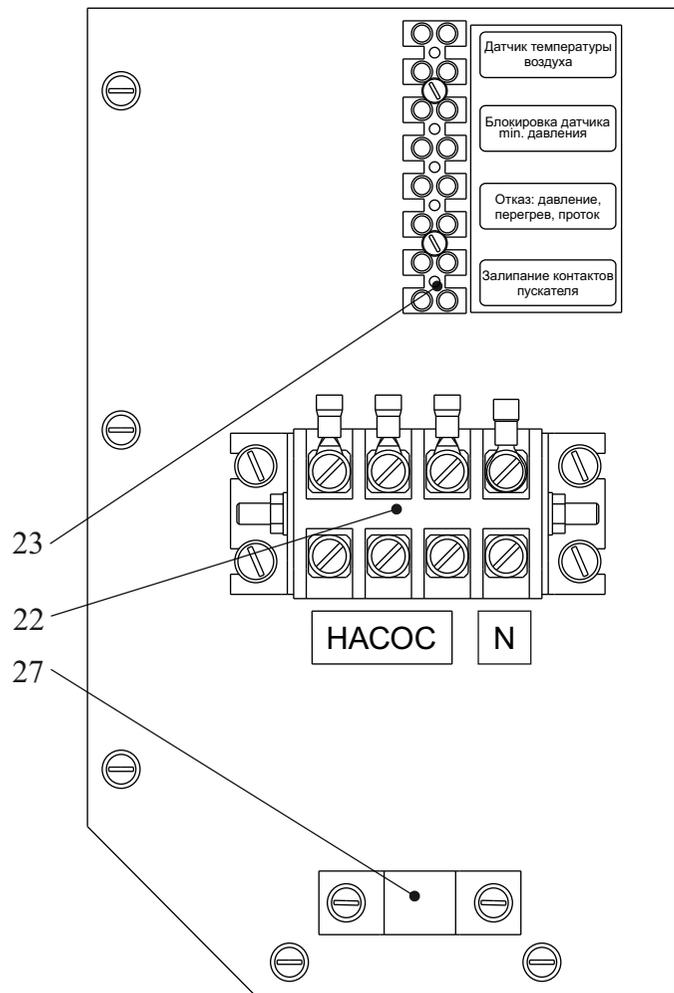

Рис.3 Панель подключения внешних устройств
4.1.5 Панель подключения внешних устройств включает в себя два клеммника. Четырехконтактный клеммник (22 рис.3) для подключения по питанию внешнего трехфазного циркуляционного насоса и ввода в прибор рабочего нуля (цепи управления 220В). Восьмиконтактный клеммник (23 рис.3) для подключения внешних устройств. Кабель насоса закрепляется с помощью скобы (27). Места подключения обозначены с помощью аппликаций.
7.2.6 При подключенном через клеммник “Датчик температуры воздуха” (Рис.3) внешнем датчике температуры воздуха прибор переходит в режим управления по температуре воздуха в помещении, где установлен датчик. Ручка терморегулятора *ТЕМПЕРАТУРА* должна находиться в крайнем правом положении.
При работе прибора в открытой системе отопления на клеммной колодке (23 рис.3) должна быть установлена перемычка на клеммах “Блокировка датчика min. давления”.
4.2.2 Для организации дистанционной индикации отказов прибора на клеммную колодку (23, Рис. 3) выведены сигналы “Отказ: давление, перегрев, проток” и “Залипание контактов пускателя” от соответствующих реле на плате управления. Контакты реле предназначены для работы в цепях переменного и постоянного тока в диапазоне напряжений 0-250В. Допустимый ток коммутации 5А. При аварийной ситуации контакты реле замыкаются.